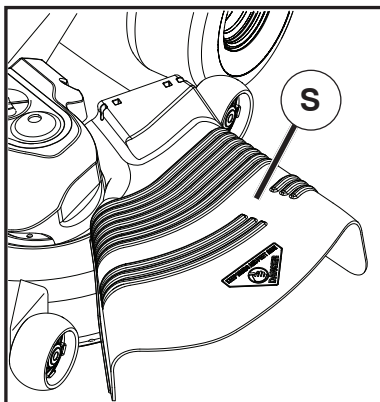

Fig. 11
PRECAUCIÓN: No opere la segadora sin, ya sea, el recogedor de césped completo en las segadoras así equipadas o con la protección contra la descarga (S) en su lugar. (Vea Fig. 11)